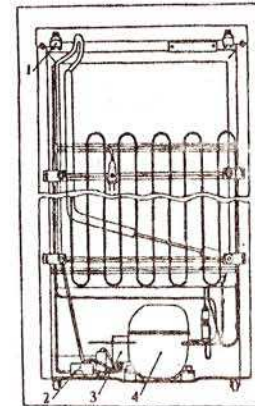

Рис.3. Вид морозильника сзади:
| Рис.3          |                       |            |
не реже одного раза в год очищайте от накопившейся грязи и пыли с помощью сухой мягкой щётки или пылесоса части, расположенные на задней стенке морозильника (рис.3);
в процессе эксплуатации или уборки морозильника, а также уборки помещения не допускайте попадания влаги на компрессор 4 (рис.3), пускозащитное реле 3, клеммную колодку 2. Если влага случайно попала на указанные части, морозильник немедленно отключите от электросети, вынув штепсельную вилку из розетки.
5.3. Установите упоры 1 (рис.3) путём защёлкивания их в гнезда, расположенные под установочной плоскостью с тыльной стороны.